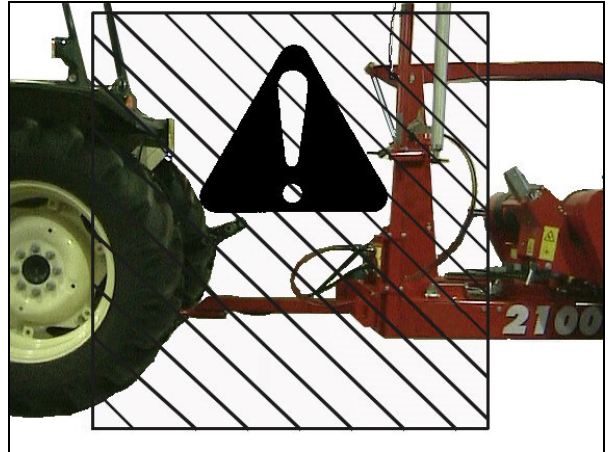

fig. 4 – Zone de danger
- Il est absolument interdit de se placer entre le tracteur et la machine à moteur allumé (Fig. 4) sans même avoir serré le frein de stationnement et avoir mis des cales appropriées sous les roues.
**Tous les signaux positionnés sur un coté de la machine et illustrés en figure 4, sont reportés exactement dans la même position sur l'autre coté.**